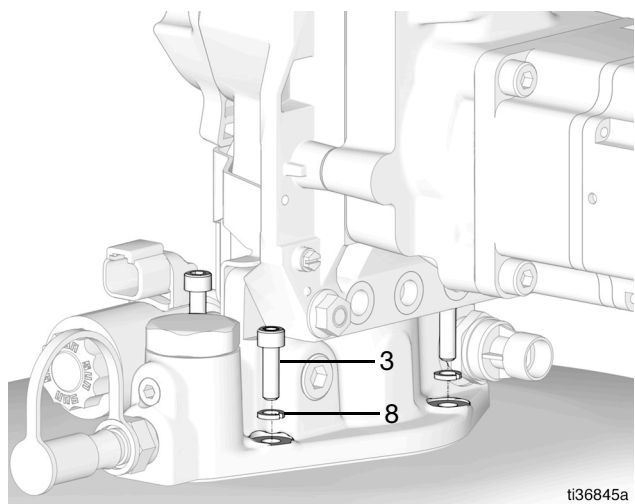

Рис. 9
9. Совместите четыре шайбы (8) и четыре винта (3) с насосом, прокладкой и крышкой (Рис. 9). Используйте гаечный ключ для надежной затяжки.